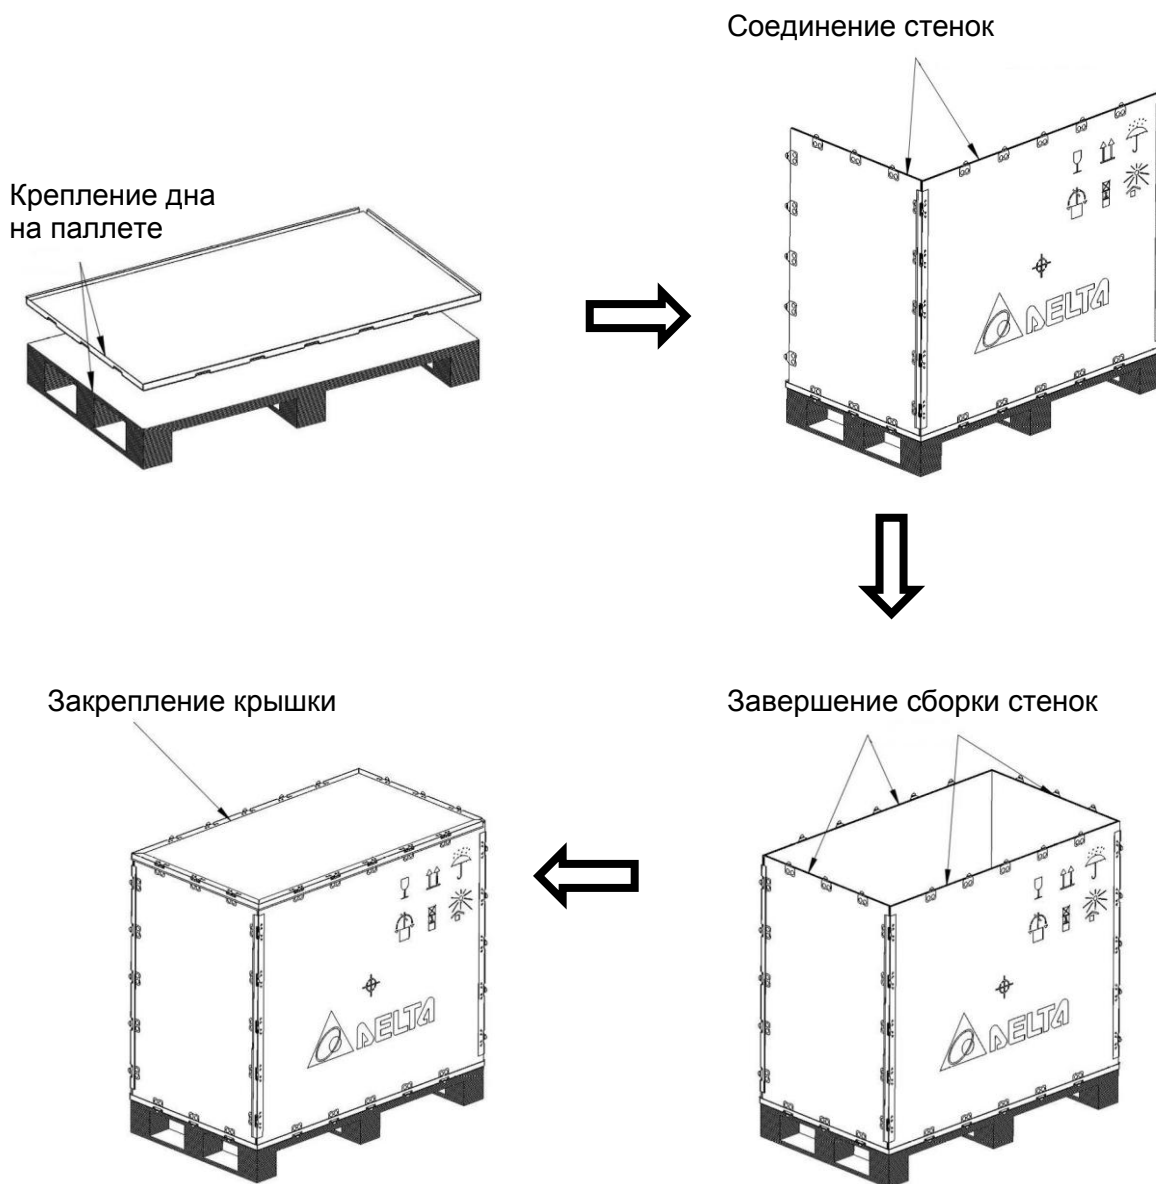

Рис. 6-4 Этапы сборки короба
- В процессе установки MVD на паллету выполните сборку наружного короба. Сначала закрепите дно на поверхности паллеты, при этом все гвозди должны быть забиты заподлицо, без каких-либо отклонений и выпуклостей. После установки дна с помощью замков необходимо закрепить переднюю, заднюю и боковые стенки. В последнюю очередь устанавливается верхняя крышка. Последовательность сборки показана на Рис. 6-4.